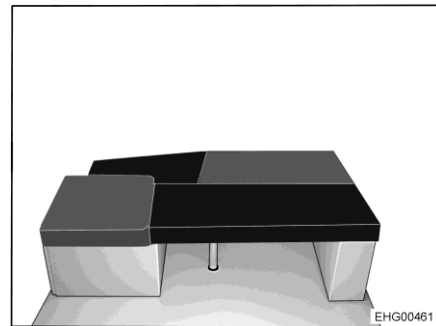

Bild 161 Efter ombyggnaden
- Placera den fyrkantiga extra dynan på bordet (se Bild 161).
- Placera den trekantiga extra dynan mellan sidosätet och den enkla sittbänken på den långa sängbreddningen (se Bild 161).